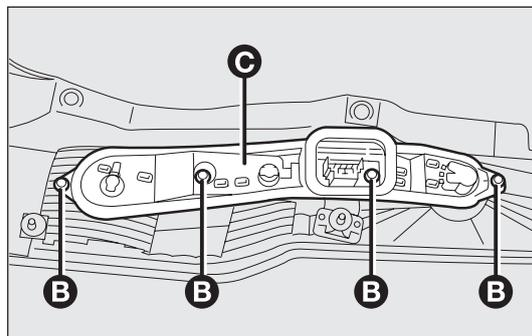

fig. 153
- afloje los cuatro tornillos B-fig. 153 de sus alojamientos y extraiga el portalámpara C;